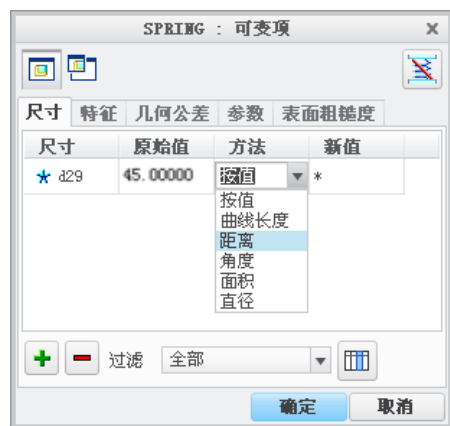
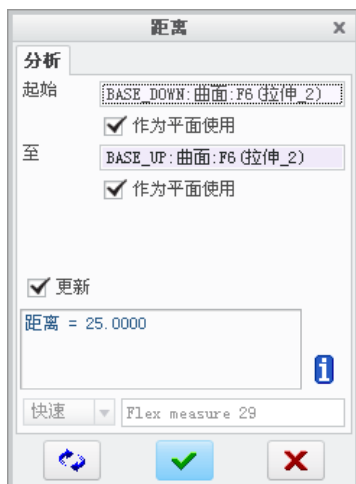

图 5.11.9 “SPRING: 可变项” 对话框
图 5.11.10 “距离” 对话框
Step3. 在图 5.11.9 所示的“可变项目”对话框中选择 **距离** 方式。此时, 系统弹出图 5.11.10 所示的“距离”对话框。